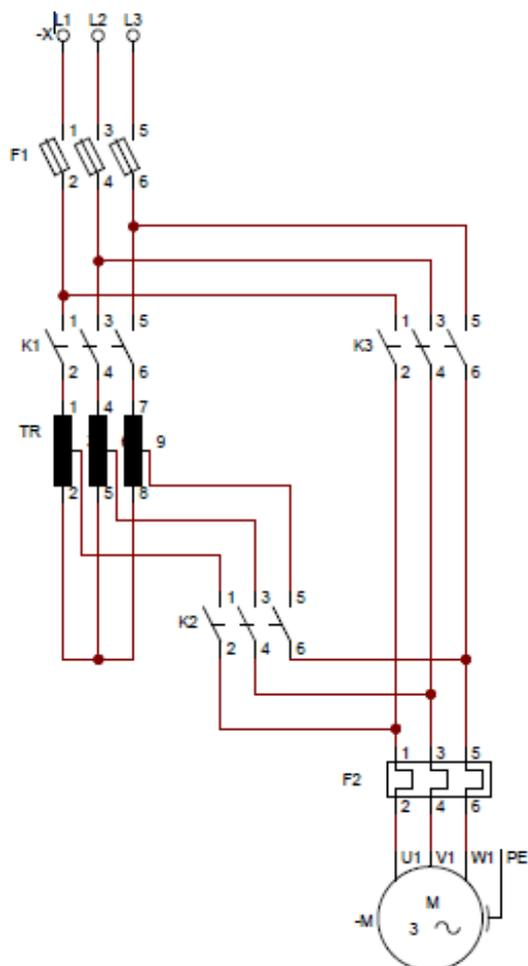

Figura 4. Circuito de potencia para el arranque de motor por medio de autotransformador.
2. Además, proponga el valor de las bobinas, según los niveles de corriente que circularán en el motor trifásico, y arme el circuito de potencia que se muestra en la figura 4.